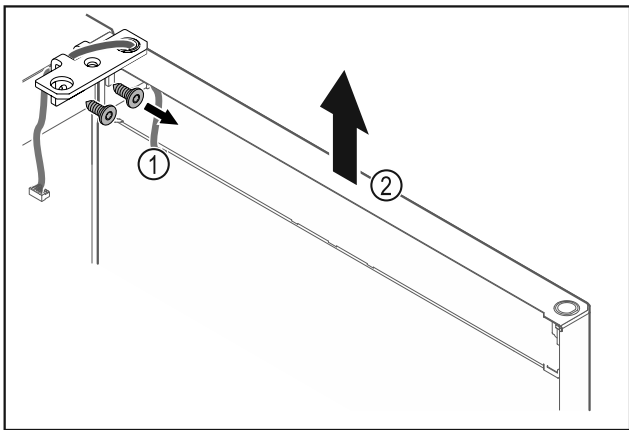

Fig. 23
- Odskrutkujte uholník závesu Fig. 23 (1).
- Zdvihnite dvere vrátane uholníka závesu Fig. 23 (2) cca 200 mm nahor a odoberte ich.